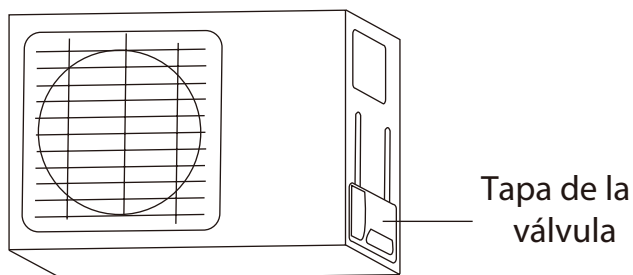

Fig. 5.9
1. Destornille la tapa de la válvula en el lateral de la unidad exterior. (Ver **Fig. 5.9**)